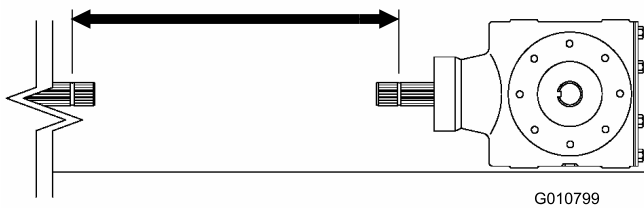
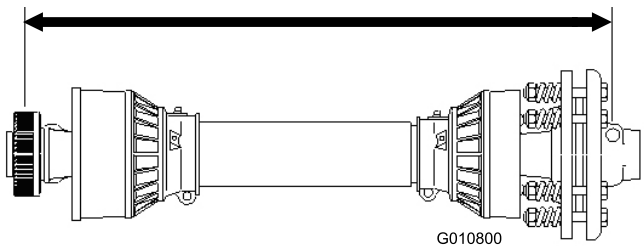

Bild 15
Bild 16
5. Messen Sie den Abstand zwischen der Arretierkerbe am Ende der Traktorzapfwelle und der Arretierkerbe an der Zapfwelle des Aerifizierergetriebes (Bild 15). Notieren Sie diesen Wert. Beispiel: 70 cm
6. Messen Sie den Abstand an der Zapfwelle zwischen der Mitte der Arretierbolzenkugel an einem Ende und der Mitte des Arretierbolzens am anderen Ende (Bild 16). Notieren Sie diesen Wert. Beispiel: 81 cm
7. Verwenden Sie den kleineren der Werte, die Sie in Bild 15 und Bild 13 erhalten haben und subtrahieren Sie den Wert vom Wert, den Sie in Bild 16 erhalten haben. Beispiel: 81 cm minus 67 cm ist gleich 14 cm.